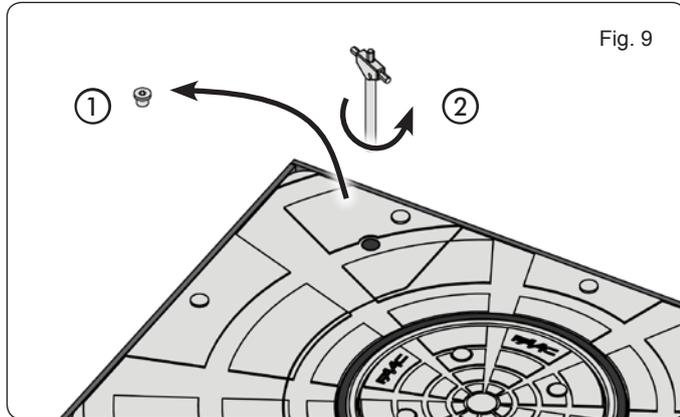

Fig. 9
1. Dévisser la vis de fermeture située sur la tête de la borne (fig. 9 réf. ①).
3. Tourner en sens inverse horaire pour abaisser la borne (fig. 9 réf. ②).